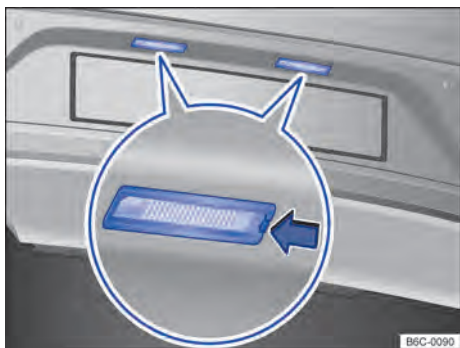

Fig. 140 No para-choque traseiro: lanterna da placa de licença.
- 2 Com o auxílio de uma chave de fenda, pressionar a trava → Fig. 140 (seta) para remover o conjunto.